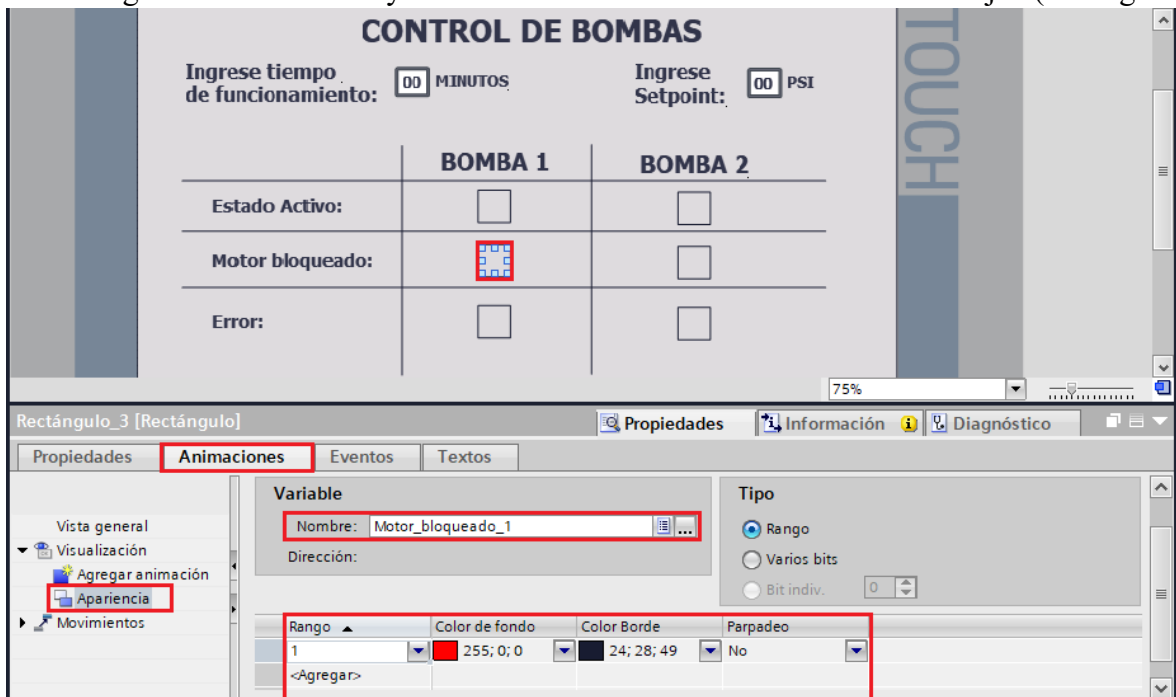

Figura 67. Configuración de rectángulo “Motor bloqueado 1”.
- En “Rango” seleccionar “1” y en “Color de fondo” seleccionar el color “Rojo” (ver Figura 67).